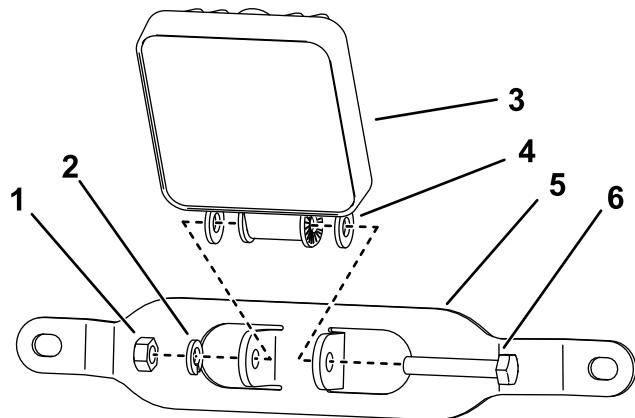

Рисунок 3
5. Установите рабочие осветительные приборы, как показано на Рисунок 3.